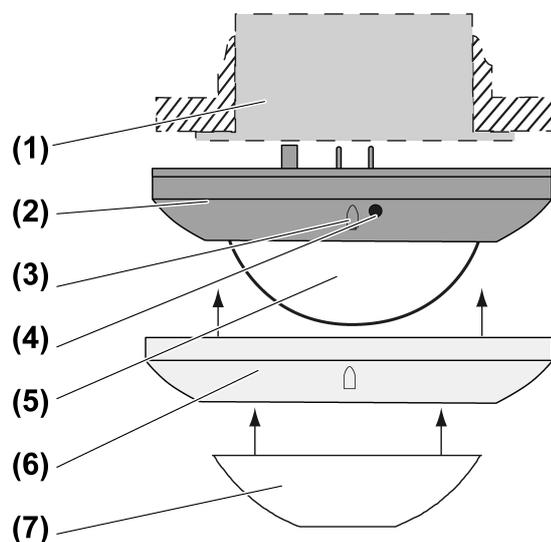

Figure 1: Conception de l'appareil
- Activer le mode de couplage : appuyer sur le bouton **Bluetooth**  (4) (Figure 1) pendant plus de 4 secondes.